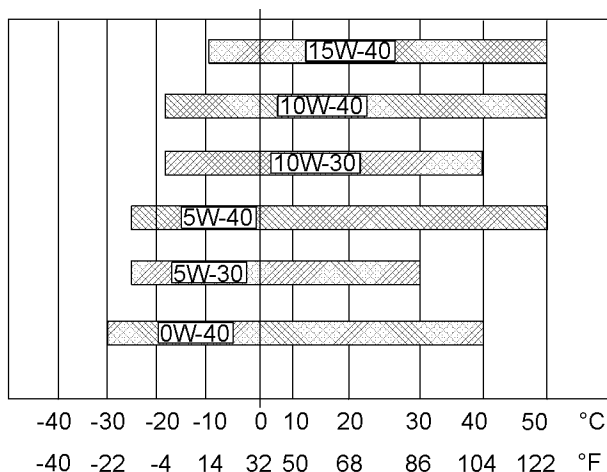

图 31
请参阅图 31（最低温度）以确定发动机冷起动时所需要的机油粘度。
请参阅图 31（最高温度）以选择发动机在预期的最高环境温度下运行时所需要的机油粘度。
- 参见相应的“润滑剂粘度”。为找到适合您的发动机的机油粘度等级，请参阅图 31。